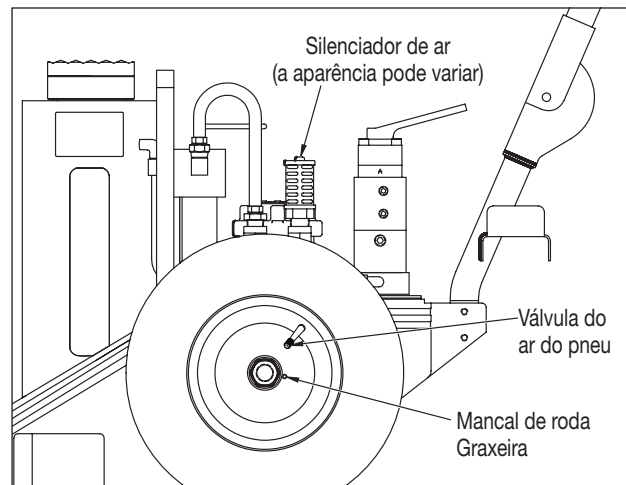

Figura 8, Itens de Manutenção Adicionais
6.4.3 Silenciador de Ar Comprimido (veja a Figura 8)
6.5 Rodas e Pneus (Veja a Figura 8)